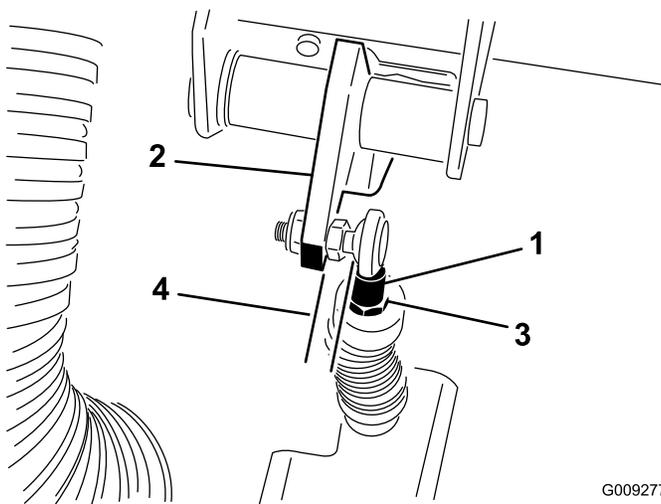

Figura 58
**Importante:** Asegúrese de que la rótula de la varilla está situada correctamente en la bola, sin estar torcida, y que permanece paralela al pedal del embrague después de apretar la contratuerca (Figura 58).